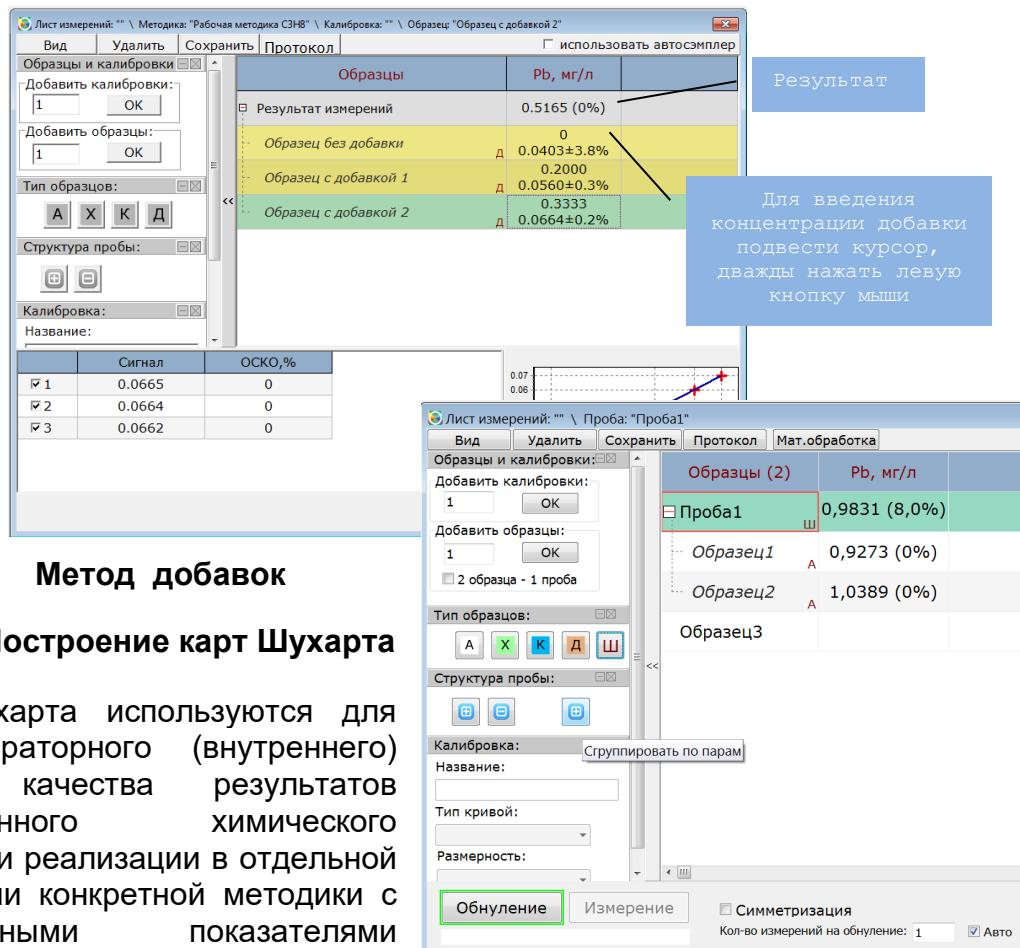

Рис. 24 Метод добавок
Программа позволяет рассчитать концентрацию неизвестной пробы по образцам с добавками рис. 24. Для реализации метода (1 образец без добавки, 2 образца с добавками):
7. Результат отображается в таблице результатов рис. 24.